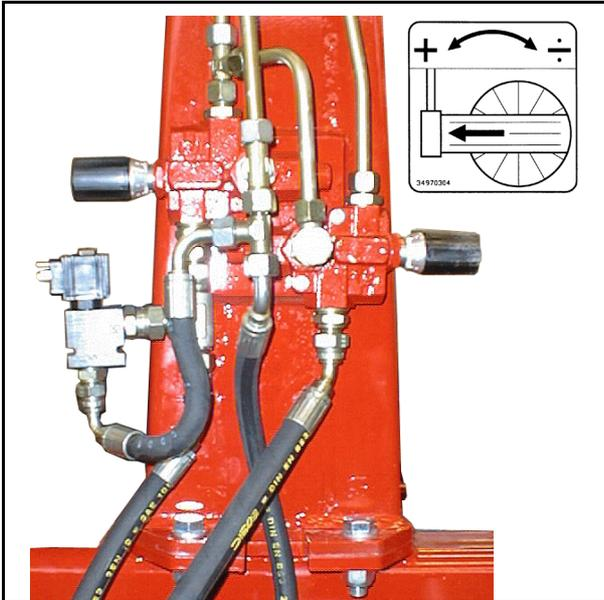

Bild 7-1
- 7.1 Traktor anlassen und mit ungefähr 2400 U/min leerlaufen lassen. Die Ölzufuhr zur Wickelmaschine läßt sich mit zwei Einstellventilen, die sich auf dem Hals der Maschine befinden, regulieren. (Siehe Abb. 7-1)